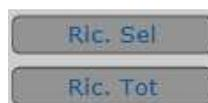

Figura 24 - Tasti di "Riconoscimento" della Pagina generale Allarmi
3. individuato il messaggio relativo all'allarme che si intende riconoscere, premere il tasto **“Ric. Sel”** (Riconoscimento allarme Selezionato, vedi Figura 24)
3. verificata la validità della selezione effettuata nella Pagina Allarmi, premere il tasto "**Ric. Tot**" (Riconoscimento Totale, vedi Figura 24)